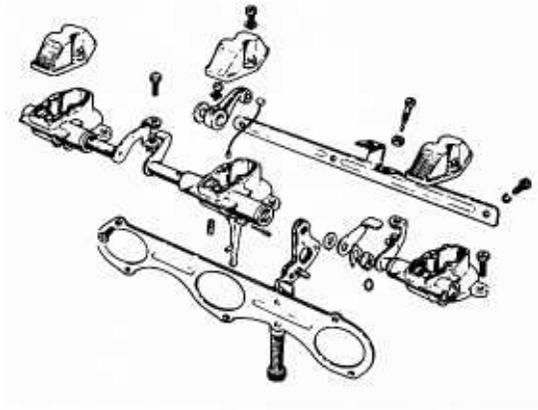

Bild 172
- An der Dreizylindermaschine erfolgt der Vergaserausbau in ähnlicher Weise wie bei den Zweizylindern; es ist jedoch viel weniger freier Raum vorhanden und die drei Vergaser können erst nach dem Ausbau voneinander getrennt werden, ausser an den 73er Modellen, die mit drei einzelnen Vergasern mit separaten Seilzügen ausgerüstet sind. Die drei Vergaser sitzen nebeneinander auf einem gemeinsamen Träger (ausser 73er Modelle); diese Anordnung erleichtert die Einstellung des Vergasergleichlaufs (Synchronisation; Bild 172).